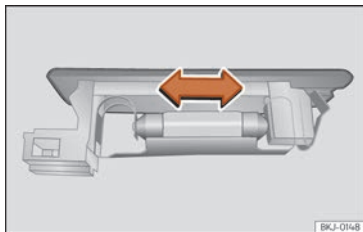

Fig. 59 Éclairage du coffre à bagages.
- Appuyez sur l'ampoule latéralement et retirez-la du logement »» fig. 59.